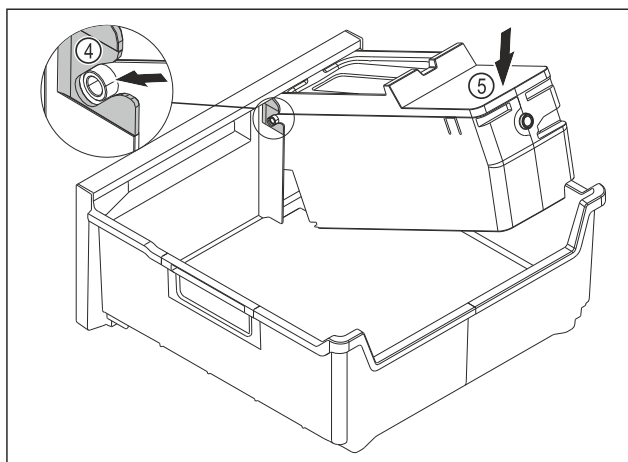

Fig. 82
- ▶ Montați corpul EasyTwist-Ice: Intrați axele corpului EasyTwist-Ice în ghidaje Fig. 82 (4).
- ▶ Apăsați corpul EasyTwist-Ice Fig. 82 (5) în spate în jos.